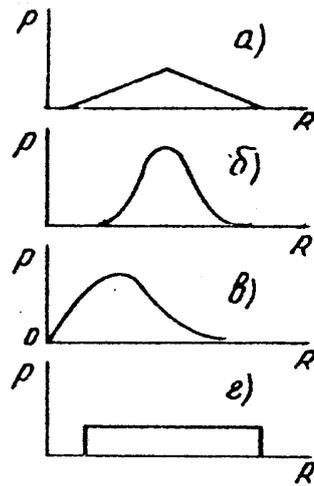

Рисунок 6
- а) распределение Симпсона (рисунок 6а);
- б) распределение Гаусса (нормальное распределение) (рисунок 6 б);
- в) распределение Рэлея (рисунок 6 в);